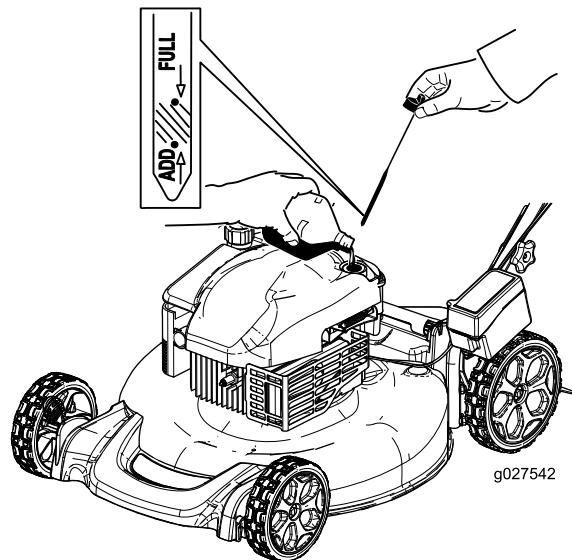

Figura 11
2. Retire a vareta do óleo (Figura 11).
- Retire a vareta e verifique o nível de óleo; consulte a Figura 11.